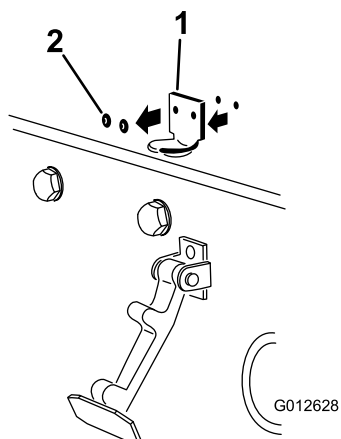

Figura 8
2. Rimuovete i 2 rivetti che fissano la staffa del fermo del cofano al cofano (Figura 8).